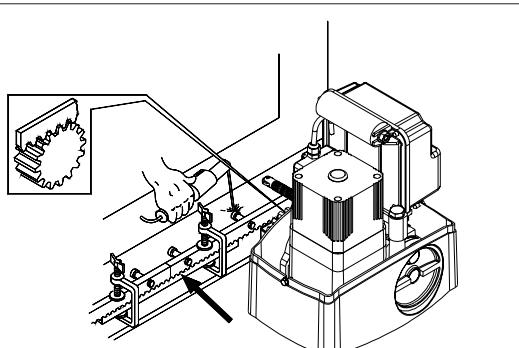

Fig.14
- Accostare un altro elemento di cremagliera al precedente utilizzando, per mettere in fase la dentatura dei due elementi, un pezzo di cremagliera come indicato in Fig.14.